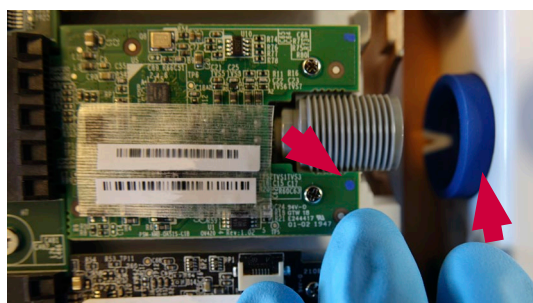

Figura 24 A indicação de cor na placa VDI deve corresponder ao anel colorido
- f) Certifique-se de que o anel colorido na caixa traseira tem a mesma cor que a indicada na placa VDI (Figura 24)
Quando voltar a montar a caixa traseira, certifique-se de que os pontos coloridos nas placas VDI (Figura 24) coincidem com as cores dos anéis coloridos em que são colocados.